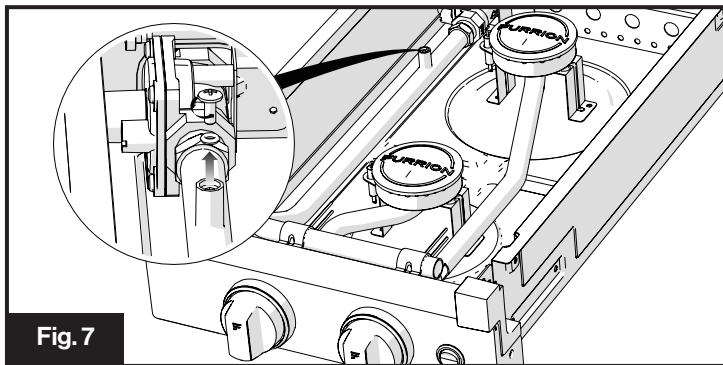

Fig. 7
2. Retirez la vis avec le joint d'étanchéité de l'orifice de test de pression de la cuisinière.(Fig.7)